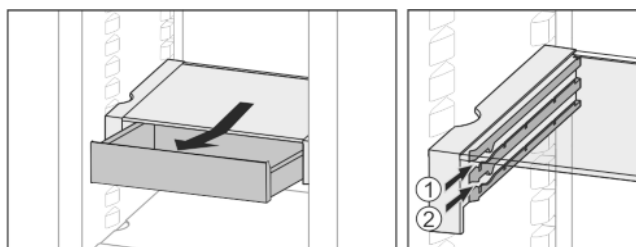

Fig. 23
- ▶ Na dowolnej wysokości Fig. 23 (1) lub Fig. 23 (2) wsuwać.